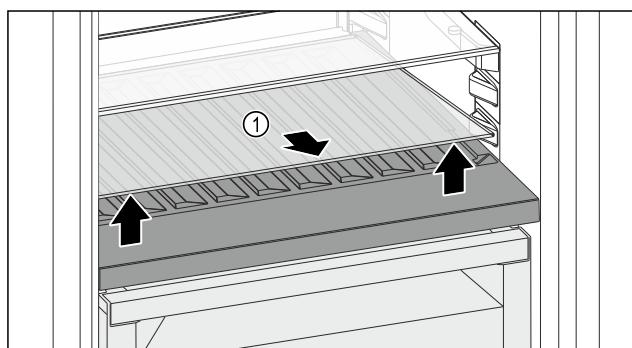

Fig. 114
- Приподнимите стеклянную пластину Fig. 114 (1) за выемку спереди и извлеките.
► Уложите стеклянную пластину Fig. 114 (1) на хранение вне устройства.